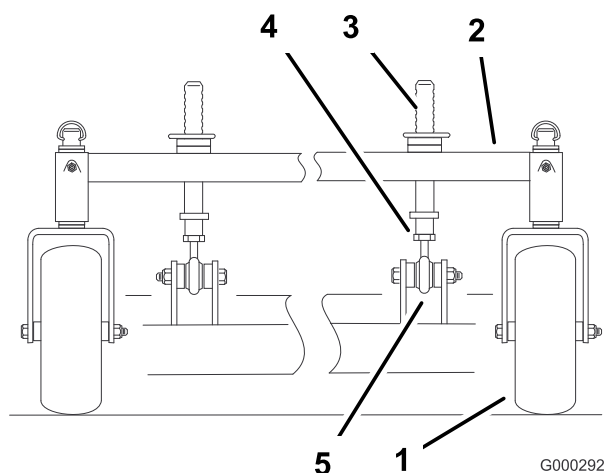

Figura 72
1. Para cambiar la inclinación longitudinal, pueden ajustarse los pilares delanteros de ajuste de altura de corte (Figura 72).
2. Para elevar la parte delantera de la plataforma, afloje la contratuercas y haga girar el pilar delantero en el sentido de las agujas del reloj (Figura 72).
3. Para bajar la parte delantera de la plataforma, afloje la contratuercas y haga girar el pilar delantero en el sentido contrario de las agujas del reloj (Figura 72).
6. Apriete las contratuercas (Figura 72).